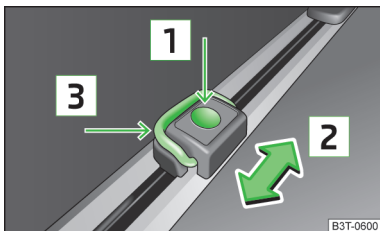

Fig. 102
- Apăsăți tasta [1] » fig. 102 și împingeți inelul de ancorare în poziția dorită, în sensul săgeții [2].
- Ridicați brida [3] » fig. 102 și montați, de exemplu, plasa de fixare.